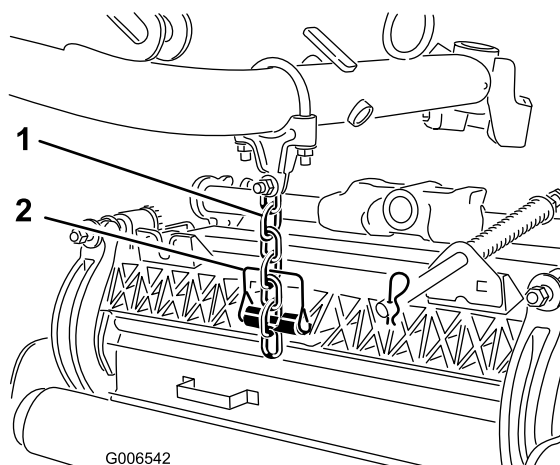

Figura 14
8. Fissate la catena del braccio di sollevamento alla staffa della catena dell'apparato di taglio (Figura 14) con il perno di ritenuta, come indicato di seguito: